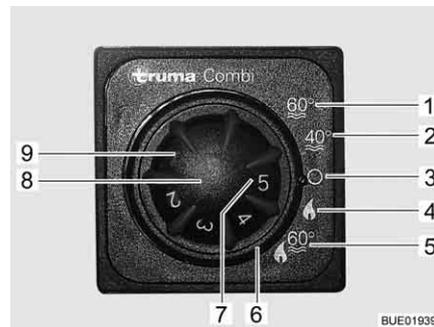

Fig. 54 Unité de commande pour chauffage/chauffe-eau
- Régler le mode de fonctionnement à l'aide de l'interrupteur tournant (Fig. 54,6).
Le chauffage règle le degré d'allumage automatiquement en fonction de la température ambiante requise. Une fois que la température ambiante désirée est atteinte, le brûleur s'éteint. En mode "Chauffage et préparation de l'eau chaude" (Fig. 54,5) l'eau aussi est chauffée dans le chauffe-eau. Le chauffage peut fonctionner en mode de fonctionnement "Chauffage uniquement" (Fig. 54,4) quand le chauffe-eau est vide.
- Régler le bouton tournant de température (Fig. 54,8) de l'unité de commande sur la température de chauffage désirée.
- Régler l'interrupteur tournant (Fig. 54,6) en régime hiver "Chauffage uniquement" (Fig. 54,4) ou en régime hiver "Chauffage et préparation d'eau chaude" (Fig. 54,5).
Le voyant de contrôle vert (Fig. 54,7) s'allume.
- Régler l'interrupteur tournant (Fig. 54,6) sur "O" (Fig. 54,3).